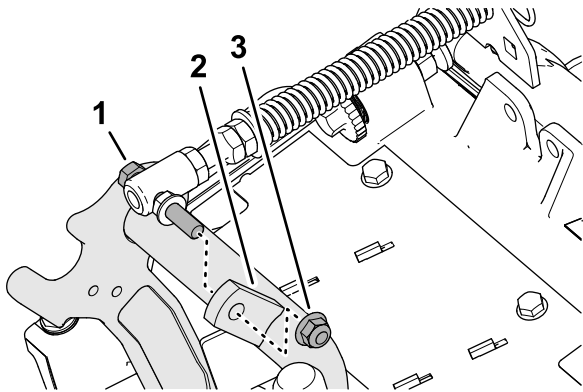

Figure 12
- Retirez le contre-écrou à embase ( $\frac{3}{8}$  po) qui fixe la vis du ressort de compensation sur la patte droite du bâti porteur, et retirez le ressort de compensation de l'unité de coupe (Figure 12).